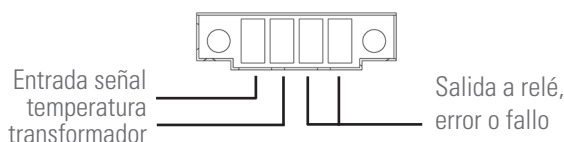

Fig. 24. Conector Entrada digital-Salida a relé.
- El equipo dispone de un conector de cuatro terminales para una entrada digital y una salida a relé (ver Fig. 24).